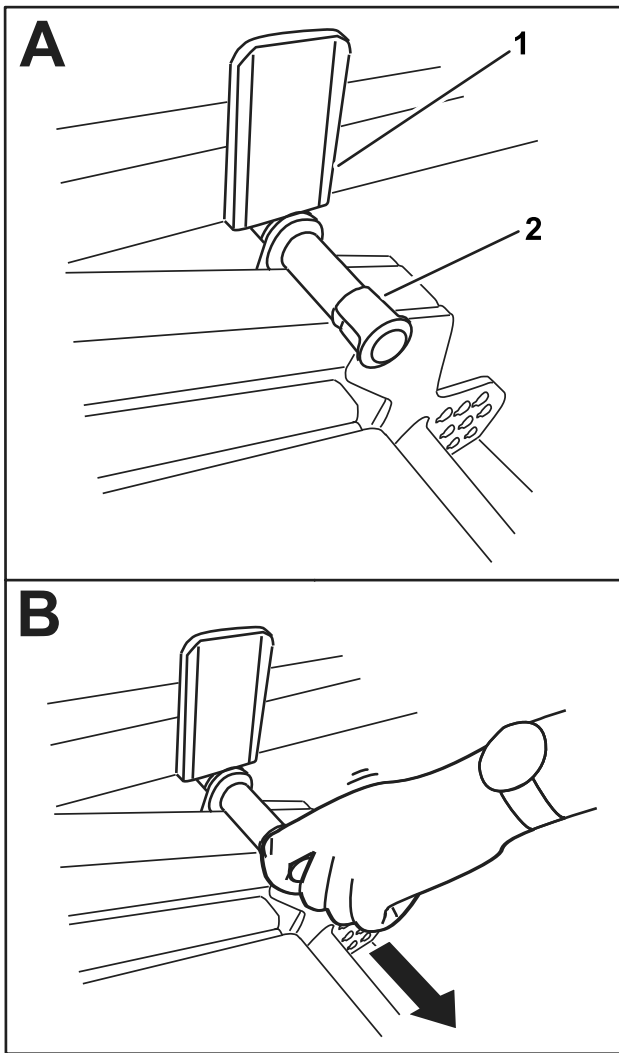

Figura 40
2. Gire la unidad de corte lentamente hacia abajo hasta que el pasador entre en contacto con la placa del brazo de elevación (A en la Figura 40).
3. Presione hacia abajo con el pie sobre la unidad de corte, luego tire hacia fuera del pasador (B en la Figura 40) para dejar que la unidad de corte se asiente en la posición de TRANSPORTE.